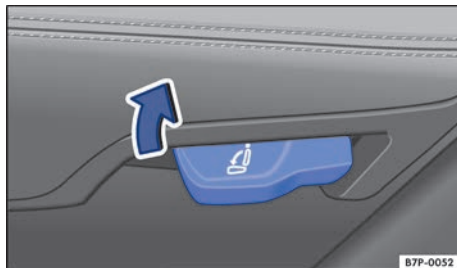
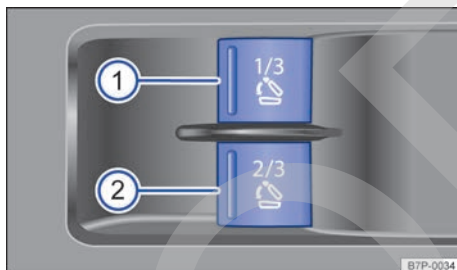

Fig. 106 Parte inferior del asiento trasero: palanca para desbloquear el respaldo izquierdo del asiento. El lado derecho es simétrico.
Fig. 107 Lateral derecho del maletero: teclas para desbloquear las partes del respaldo trasero.
En el maletero hay unas teclas para desbloquear eléctricamente las dos partes del respaldo del asiento → **fig. 107**.
- Desbloquee el respaldo manualmente con la palanca situada en el asiento → **fig. 106** o eléctricamente con la tecla correspondiente situada en el maletero → **fig. 107**. El respaldo se abate hacia delante automáticamente.
- Desbloquee el respaldo manualmente con la palanca situada en el asiento → **fig. 106** o eléctricamente con la tecla correspondiente situada en el maletero → **fig. 107**. El respaldo se desprende del encastre.